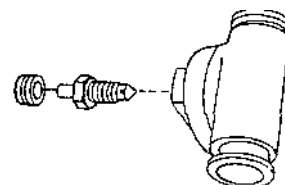

Рис. 7.54
- снять защитный колпачок и выкрутить из корпуса цилиндра перепускной клапан (рис. 7.54).